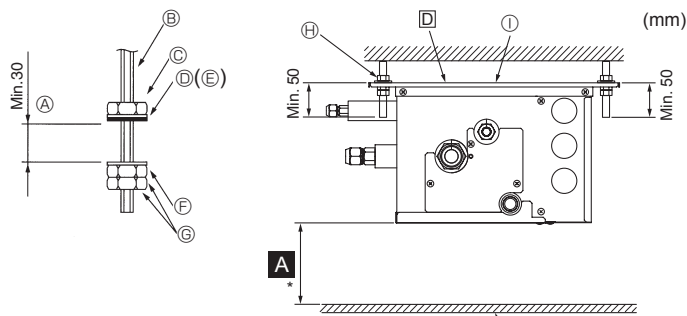

Fig. 6-1
- (2) Befestigen Sie Unterlegscheiben und Muttern (①, ②, zusätzlich zu erwerben) an den Tragbolzen. (Fig. 6-1)
- (3) Hängen Sie das Gerät an die Tragbolzen.